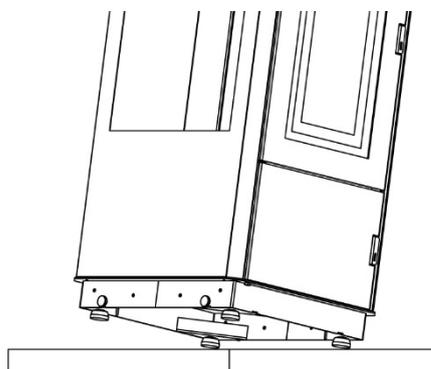

Fig. 07
- 1 Inclinare leggermente l'Hot Spot su un lato (Fig.07)